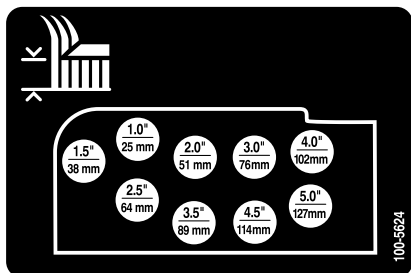

Figure 21
- Montez les chaînes de hauteur de coupe dans le trou correspondant à la hauteur de coupe voulue (Figure 21) à l'aide de l'axe de chape et de la goupille fendue.